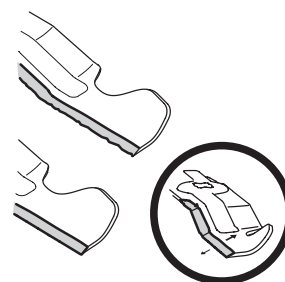

Figure 28
- Pour aiguiser les lames, la même quantité de métal des deux extrémités des lames sur le côté tranchant. Aiguiser le bord tranchant sur toute sa longueur, parallèlement au bord arrière, soit à un angle de 25° à 30°. Voir Figure 28.